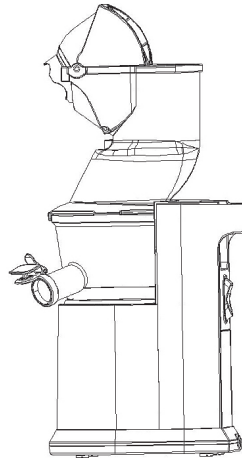

Abb. 5
- b. Drehen Sie die Zuführung im Uhrzeigersinn, bis die Abdeckung blockiert ist. (Der Pfeil auf der Zuführung wird in einer Linie mit der Aufschrift CLOSED auf dem Gehäuse sein). (Abbildung 5)